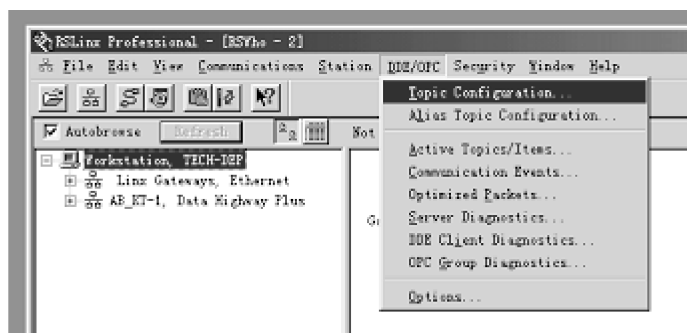

图 8-13 配置 OPC 服务
3) 使用 Topic Configuration 来进行 OPC 服务的配置, 如图 8-13 所示。